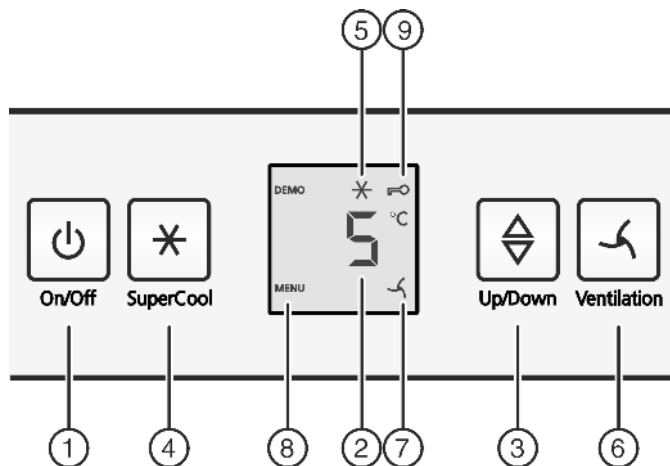

Fig. 3
- ▶ Pritisnite tipko On/Off Fig. 3 (1).
- ▶ Za pribl. 5 sekund pritisnite tipko SuperCool Fig. 3 (4).
- ▷ Na prikazovalniku se prikaže Simbol Meni Fig. 3 (8).
- ▶ Za potrditev kratko pritisnite tipko SuperCool Fig. 3 (4).
- ▷ Simbol Otroško varovalo Fig. 3 (9) na prikazovalniku sveti.
- ▶ Na kratko pritisnite tipko On/Off Fig. 3 (1).
- ▶ Priklic funkcije za temperaturo: pritisnite nastavitveno tipko Fig. 3 (3).
- ▶ Spreminjanje temperature v korakih po 1 °C: nastavitveno tipko Fig. 3 (3) pritisnite tolikokrat, da na prikazovalniku temperature zasveti zelena temperatura.
- ▶ Kratko pritisnite tipko SuperCool *Fig. 3 (4)*.
- ▷ Zasveti simbol SuperCool *Fig. 3 (5)* na prikazu.
- ▷ Simbol SuperCool *Fig. 3 (5)* na indikaciji ugasne.